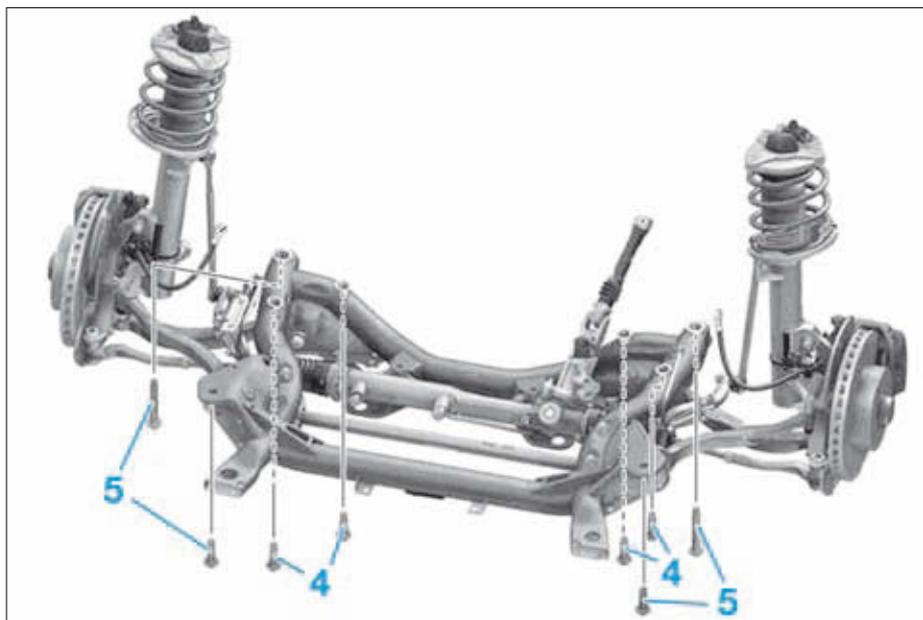

FIG. 17
- Déposer les vis (4) (Fig.17).
- Déposer les vis (5).